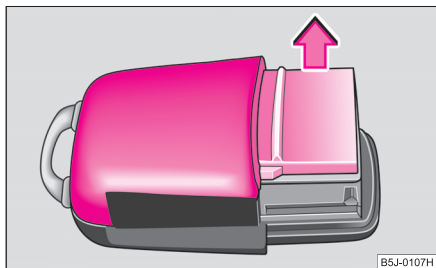

Abb. 19 Deckel des Sendergehäuses
- Nehmen Sie den Deckel des Sendergehäuses ⇒ Abb. 19 in Pfeilrichtung ab.